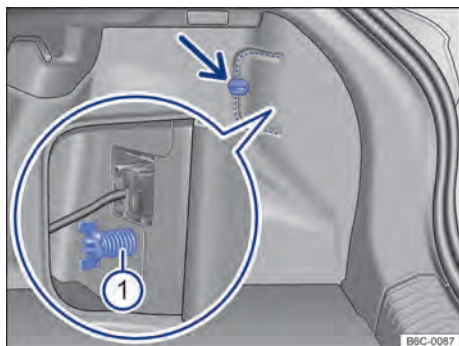
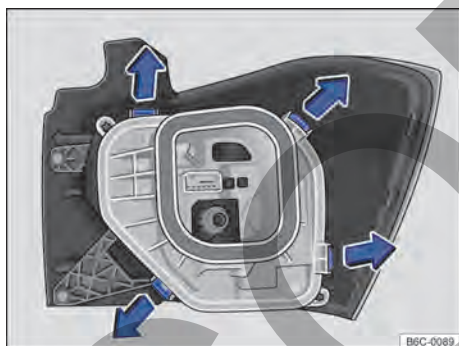

Fig. 129 En el maletero: desmontar la cubierta y retirar el tornillo mariposa ❶ (fragmento ampliado).
Fig. 130 Linterna trasera: desmontar el portalámparas.
- ❶ Observar la lista de control y ejecutar las acciones → pág. 160.
- ❷ Abrir la tapa trasera → pág. 72.
- ❸ Para abrir la cubierta de la linterna, girar la traba → fig. 129 (flecha).
- ❹ Abrir la cubierta junto con la traba hacia el costado.
- ❺ Aflojar el tornillo mariposa ❶ (fragmento ampliado) y retirarlo, sosteniendo, al mismo tiempo, la linterna trasera.
- ❻ Tirar con cuidado de la linterna trasera hacia afuera, para desengancharla de la carrocería → ❶.
- ❼ Desenganchar el conector de alimentación de las lámparas de la linterna, para remover totalmente la linterna.
- ❽ Colocar la linterna trasera sobre una superficie limpia y lisa.
- ❾ Para desbloquear el soporte de las lámparas, presionar cada lengüeta de bloqueo → fig. 130 en el sentido de las flechas.
- ❿ Desmonte el portalámparas con cuidado.
- ⓯ Instalar el soporte de las lámparas en la linterna trasera. Las lengüetas de bloqueo → fig. 130 deben encajar de forma audible.
- ⓲ Sostener la linterna trasera en la posición de montaje con una de las manos y atornillar con la otra el tornillo mariposa → fig. 129 ❶.